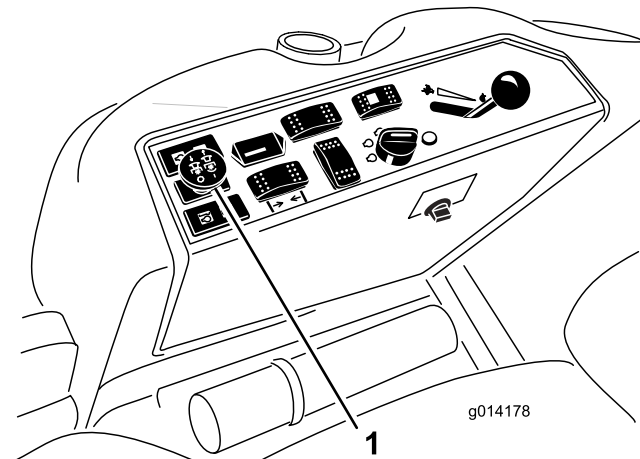

Рисунок 15
3. Потяните выключатель механизма отбора мощности, чтобы включить его (Рисунок 15).